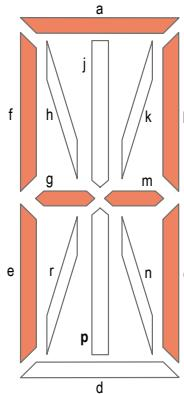

Figure 5. Pour que les segments s'allument, il faut que les bits correspondants du tableau 2 soient au niveau haut (1).
**Tableau 2. Commande des segments de la figure 5**
Reste à savoir comment les trames de bits pour les caractères à afficher arrivent dans la variable `data`. C'est la fonction `mux_VFD()` qui s'en occupe. Pour que la lettre « A » s'inscrive correctement sur l'afficheur, comme à la **figure 5**, il faut allumer les segments a, b, c, e, f, g et m. On utilise pour cela une table de signes qui contient la formule adéquate de bits pour chaque signe à montrer. Le **tableau 2** donne l'exemple de la lettre A. La valeur décimale correspondante est donc 14 534. Le tableau contient ainsi une valeur de 16 bits pour chaque signe utilisé. Il est également repris dans le téléchargement, on peut le modifier au besoin. Les mots de 16 bits qui en découlent sont stockés dans la mémoire du microcontrôleur et leurs codes ASCII servent d'index. Pour des raisons de place, on ne peut pas inclure dans le tableau résultant tous les signes possibles, il convient donc de vérifier qu'y sont représentés tous ceux réellement nécessaires. Le code du tableau ASCII ainsi que les fonctions de vérification se trouvent dans le **listage 2**.